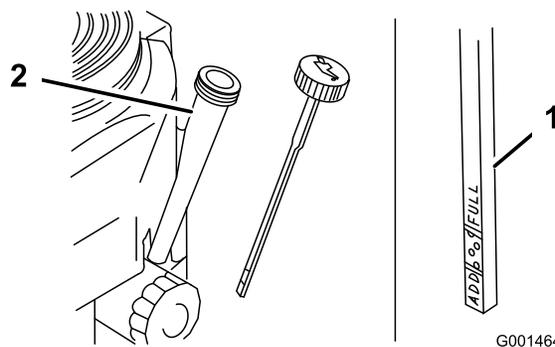

Рисунок 16
3. Очистите область вокруг масломерного щупа (Рисунок 16).
4. Извлеките щуп и очистите протрите его (Рисунок 16).
5. Вставьте щуп до упора в трубку щупа, не заворачивая его в шейку масляной горловины (Рисунок 16).
6. Извлеките щуп и осмотрите его. Уровень масла должен находиться между метками Full («Полный») и Add («Добавить») (Рисунок 16).